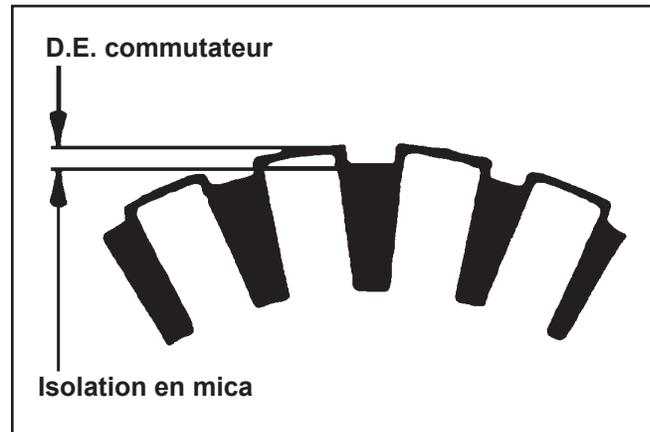

Figure 8-57. Contrôle mica du commutateur.
- Nettoyer et contrôler le commutateur (surface externe). L'isolation en mica doit être plus basse que les barres du commutateur (contre-dépouille) afin que le commutateur fonctionne correctement. Voir la Figure 8-57.